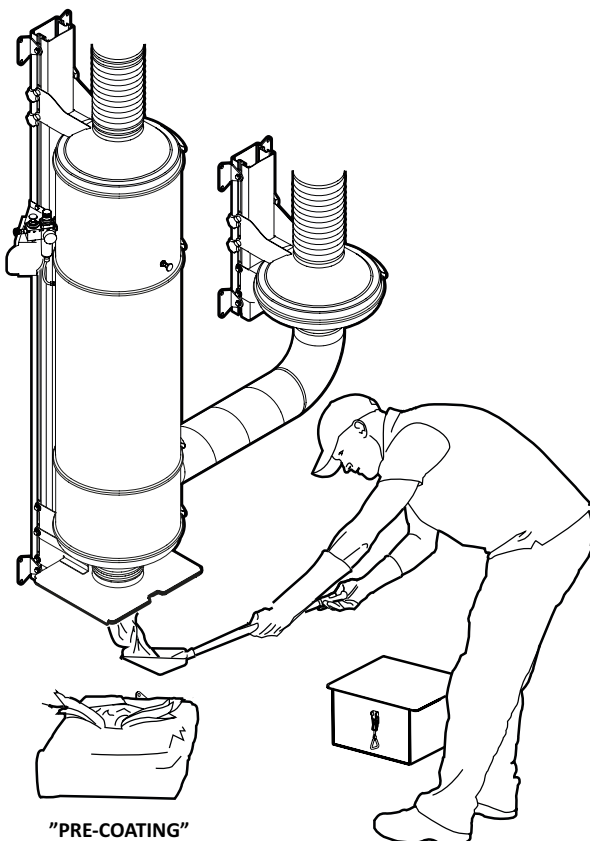

Fig. 8
2. Den Ventilator mit höchster Drehzahl laufen lassen und den Staub komplett aufsaugen. Das Pulver in gleichmäßigem Strom dosieren, so dass sich in etwa folgende Sauggeschwindigkeit ergibt: 20 sek/1kg, siehe Fig. 8.